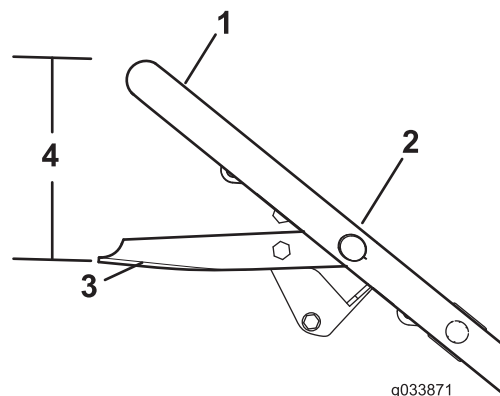

Figure 26
8. Avec les doigts, appliquez de l'huile sur le joint du filtre à huile neuf (Figure 26).